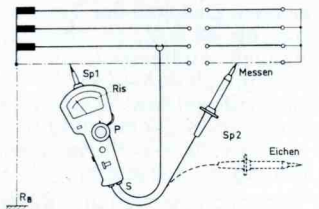

Abb. 4b: Messung des Isolationswiderstandes.
8. Überschlagsmäßige Bestimmung von Isolationswiderständen (Abb. 4b)